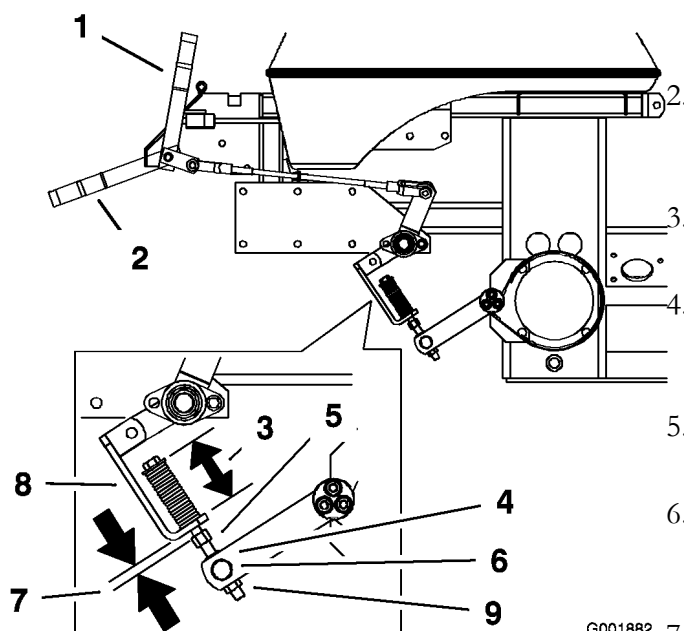

Figure 53
2. Mesurez la longueur du ressort. Les rondelles doivent être espacées de 70 mm (Figure 53).
3. Si un réglage est requis, desserrez l'écrou de blocage situé sous le ressort et serrez l'écrou directement au-dessous de la chape (Figure 53). Modifiez le serrage de l'écrou jusqu'à ce que le ressort ait la longueur voulue. Serrez les deux écrous ensemble et répétez la procédure de l'autre côté de la machine.
6. Mesurez la distance entre le support de ressort et l'écrou de réglage sous le support. Elle doit être comprise entre 5 et 8 mm (Figure 53).
7. Si un réglage est requis, desserrez l'écrou de blocage situé juste au-dessus du galet de tourillon. Tournez le contre-écrou sous le galet de tourillon jusqu'à obtention de l'écart voulu (Figure 53).
8. Serrez l'écrou de blocage juste au-dessus du galet (Figure 53).